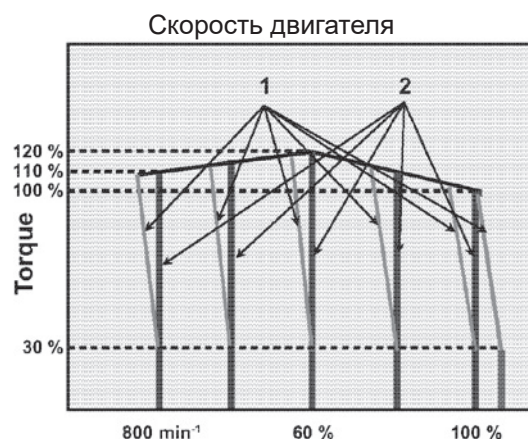

Рис.19
Двигатели серии VM общего назначения сконструированы таким образом, что частота вращения двигателя снижается на определенный процент от нагрузки 30 % до полной номинальной нагрузки. См. кривые (1) на рис.19. Тот же процентный спад сохраняется на любой скорости холостого хода.
Серия CL состоит из двигателей изохронной конструкции, скорость которых поддерживается постоянной от холостого хода до полной номинальной нагрузки. См. кривые (2) на рис.19.